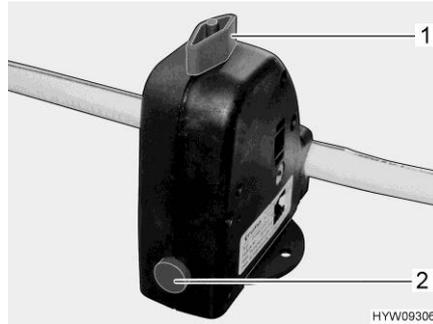

Bild 118 Sicherheits-/Ablassventil
Der Boiler ist mit einem Sicherheits-/Ablassventil (Bild 118) ausgestattet. Das Sicherheits-/Ablassventil verhindert, dass das Wasser im Boiler einfriert, wenn bei Frost die Heizung nicht eingeschaltet ist.
- Sicherheits-/Ablassventil schließen. Dazu den Drehknopf (Bild 118,1) quer zum Sicherheits-/Ablassventil drehen und den Druckknopf (Bild 118,2) hineindrücken.
- Sicherheits-/Ablassventil öffnen. Dazu den Drehknopf (Bild 118,1) längs zum Sicherheits-/Ablassventil drehen. Der Druckknopf (Bild 118,2) springt heraus. Der Boiler wird über das Sicherheits-/Ablassventil nach außen entleert.